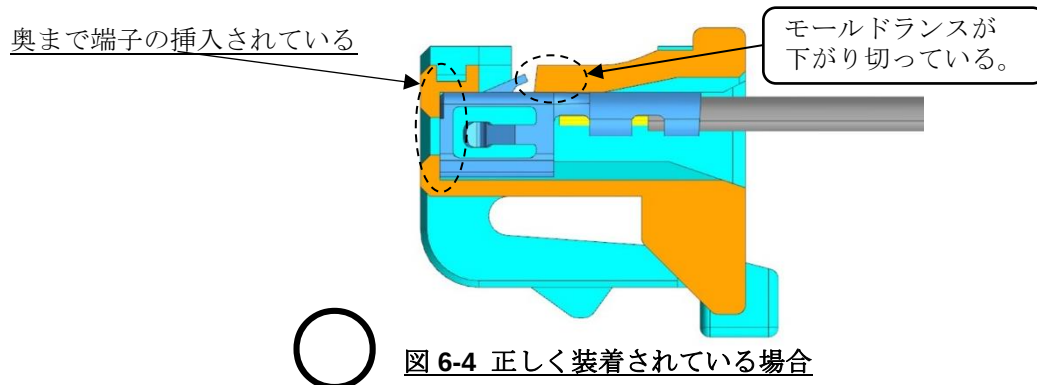

図 6-4 正しく装着されている場合
- ⑤ すべての端子の装着後、RECEPTACLE HOUSING のモールドランスを間口より覗き、モールドランス部の位置を確認して下さい。正しく装着されている場合は、端子ランス部がきちんとモールドランスを乗り越えた位置にあります。(図 6-4)